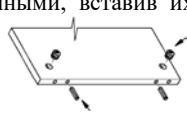

Рис.1
- Оснастить детали тумбы поз. № 3, 3', 4, 4', 5, 5' шкантами деревянными, вставив их в просверленные отверстия соответствующего диаметра в торце деталей (Рис. 1). Для детали поз.№5 и поз.№ 5' шканты вставляются только со стороны ее крепления к стенкам вертикальным поз.№3 и поз.№3' соответственно. **(Внимание! Категорически запрещается забивать шканты в крышку тумбы!).**
- Оснастить детали тумбы поз. № 3, 3', 4, 4', 5, 5' и 6 эксцентриками, вставив их в просверленные отверстия соответствующего диаметра (Рис.1).
- В обратную сторону фасада поз.№5 вкрутить винты стяжки эксцентриковой (Рис.1).